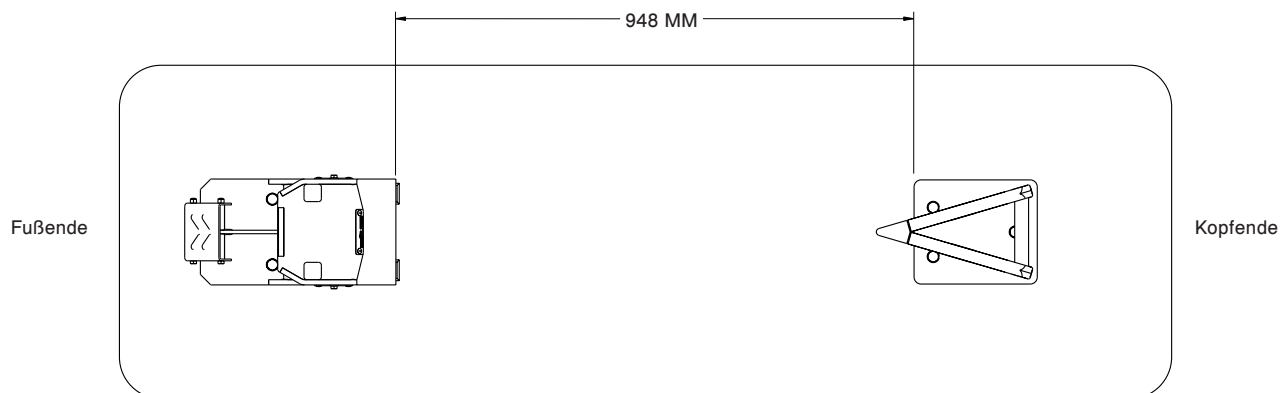

Abbildung 5 - Befestigungszwischenraum
3. Den in Abbildung 5 dargestellten Zwischenraum zwischen den Befestigungen sicherstellen.